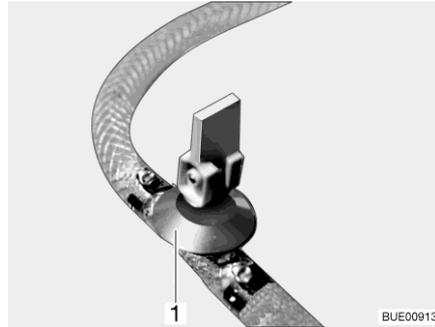
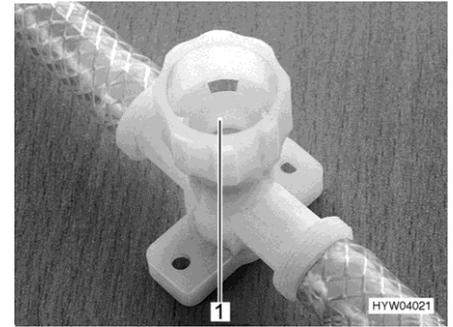

Fig. 281 Rubinetto di scarico (con leva a bilanciere)
Fig. 282 Rubinetto di scarico (con tappo a vite)
- Aprire tutti i rubinetti di scarico. Mettere la leva a bilanciere del rubinetto di scarico (Fig. 281,1) in posizione verticale o chiudere il coperchio del rubinetto di scarico (Fig. 282,1) in senso antiorario.